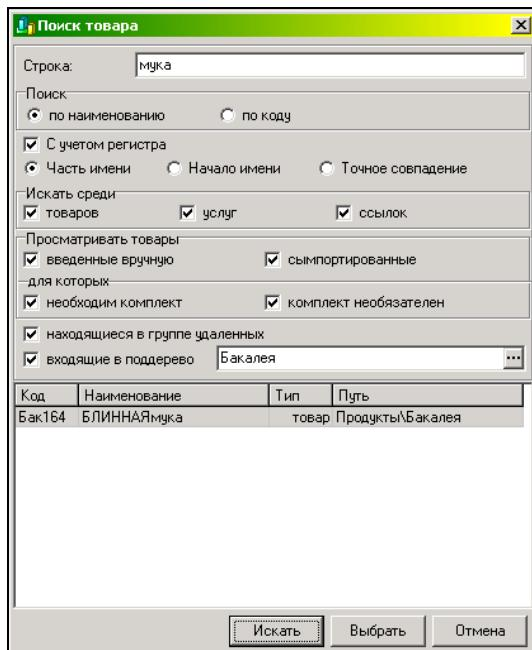

Рис. 17
- ✓ Заполните в окне *Поиск товара [Комплекта, Корреспондента]* (см. Рис. 17) Строку поиска.